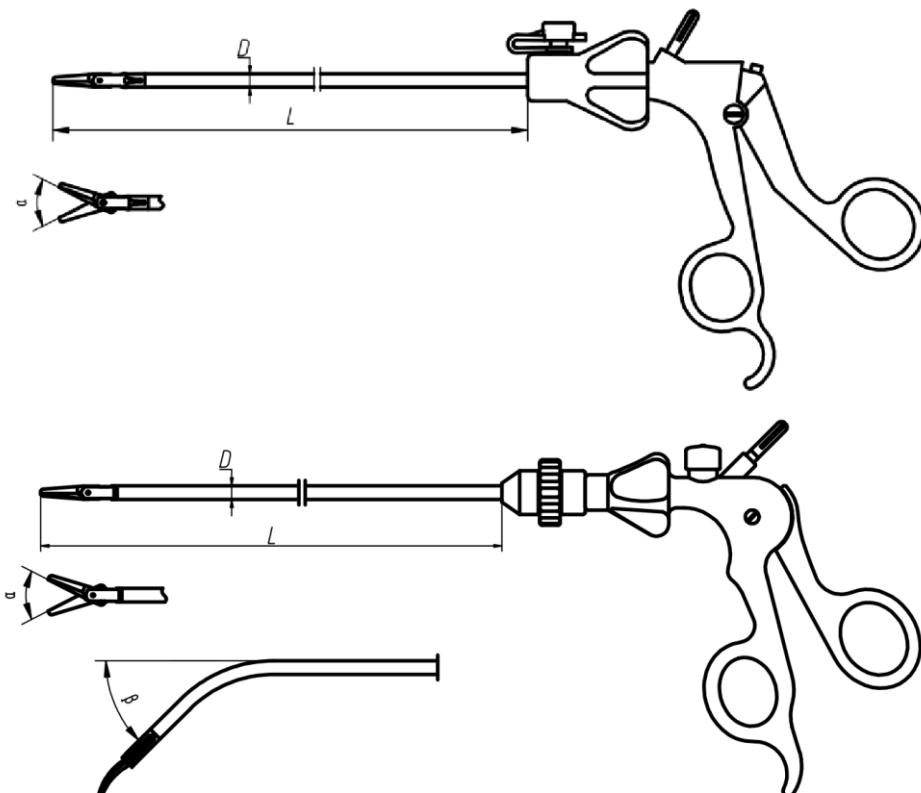

Fig.3 Diagrama da estrutura da Tesoura Monopolar
C. A estrutura de contorno e as dimensões básicas da Tesoura Monopolar são mostradas na Fig. 3 e na Tabela 3.